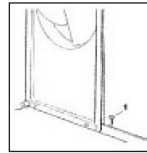

Abb. 20.
- 2) Den Eiswürfelbereiter an den eigenen Vorratsbehälter anschließen. Die Verbindung mit den zwei mitgelieferten Schrauben (Abb. 20) sichern.